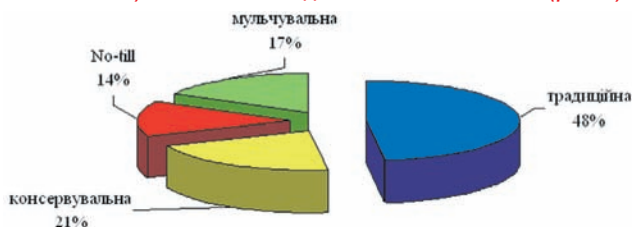

Рис. 5. Співвідношення схем обробітку ґрунту в залежності від сівозмін (за даними Укр НДІПВТ ім. Л. Погорілого)
2) - в залежності від застосованих сівозмін (рис. 5)